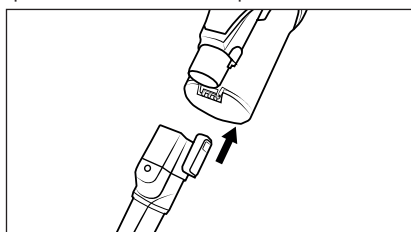

Fig. 14
- Utilice la boquilla para tapizados ①④ para aspirar superficies textiles como muebles tapizados, colchones o asientos del coche. Monte la boquilla para tapizados ①④ antes del primer uso.
- ◆ Monte el accesorio en el tubo de aspiración ②④ o en el orificio de aspiración del aparato hasta que encastre con un chasquido (consulte la fig. 14). Para ello, asegúrese de que el encastre esté en la posición correcta.